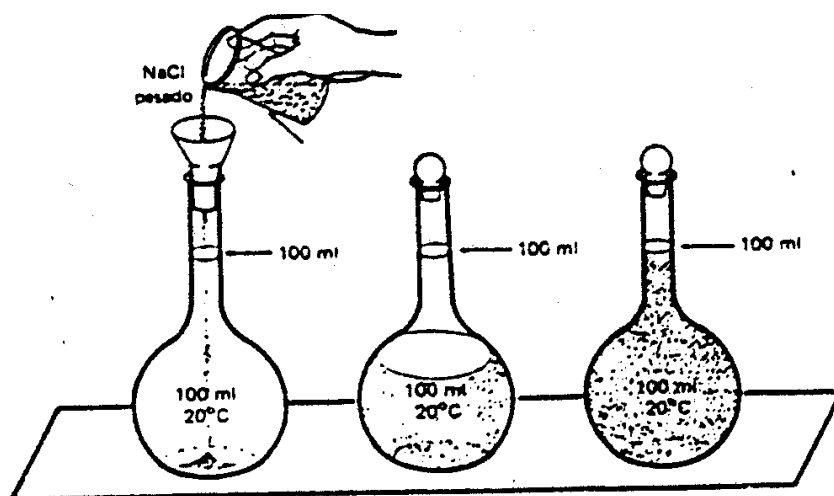

Figura. 1. Uso correcto del matraz volumétrico.
1. Pesa en la balanza granataria la cantidad de sal necesaria para preparar la disolución al 5%, colócala en un vaso de precipitados, adiciónale 30 ml de agua, mezcla perfectamente, vierte la mezcla a un matraz volumétrico de 50 ml y afora con agua destilada, como se muestra en la figura 1.